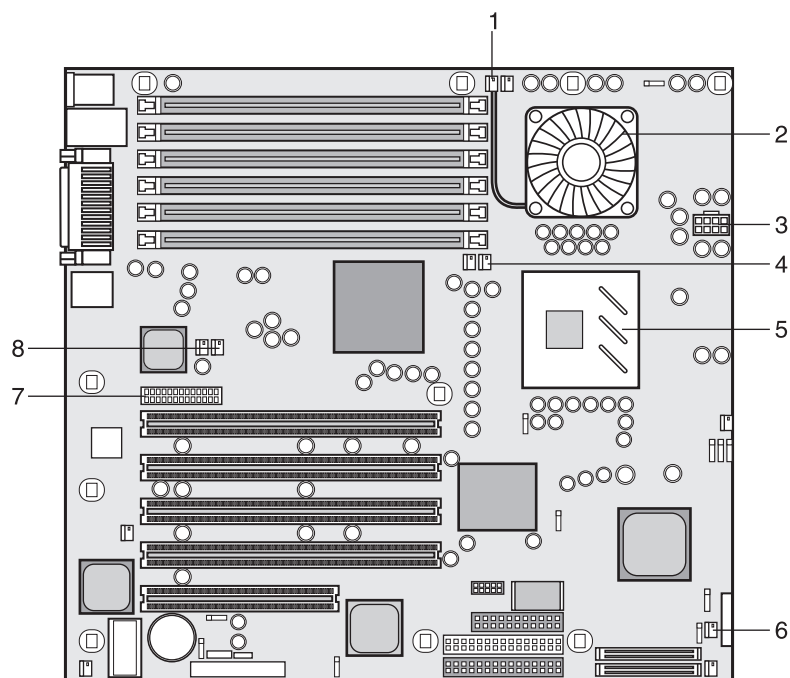

图 2-14: 主板 (俯视图)
HP ProLiant ML150 服务器至少附带一个处理器（安装在主处理器 CPU 1 的插槽中）。主、次处理器插槽都位于主板上。稳压器 (VRM) 也嵌装在主板中。请参阅图 2-14。
- 在次插槽 (CPU 2) 中安装第二个处理器。请参阅图 2-14。
本节提供在主板上安装第二个处理器及其散热片的说明。图 2-14 指明了主处理器和次处理器的位置。